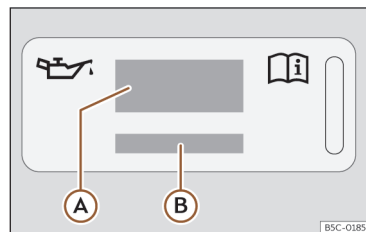

Fig. 229 No compartimento do motor: etiqueta de óleo do motor
Legenda da >>> **Fig. 229:**
Se tiver de adicionar óleo do motor, utilize um dos óleos indicados na etiqueta >>> **Fig. 229**. A etiqueta com a norma prescrita encontra-se na parte da frente do compartimento do mo-
- Se faltar a etiqueta com a especificação do óleo do motor >>> Fig. 229, contacte uma oficina especializada.